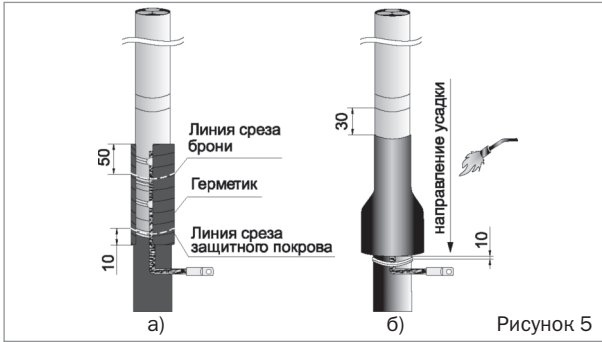

Рисунок 5
- Обезжирить ступень брони и оболочки с припаянным проводом заземления и обмотать лентой герметика места пайки. Намотку начинать, отступив на 50 мм от среза брони (защитного покрова в случае кабеля с защитными покровами типа Шв) в сторону конца кабеля. Намотку выполнить с заходом на 10 мм на защитный покров кабеля. Наматывать герметик с 20%-ным перекрытием и небольшим вытягиванием. Разделительную бумагу герметика следует удалять по мере намотки (рисунок 5а).
- Надвинуть термоусаживаемую манжету для герметизации оболочки на расстояние 30 мм от 2-го кольцевого надреза и усадить, начиная с металлической оболочки кабеля и далее в сторону брони и защитного покрова кабеля (рисунок 5б).